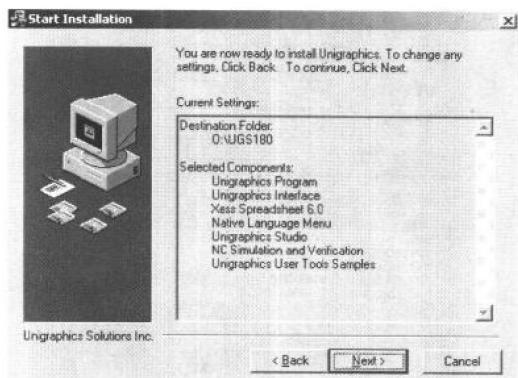

图1-4 【Start Installation】对话框
5. 接着会出现如图 1-4 所示的【Start Installation】对话框。此时，该对话框中会显示用户指定安装路径和选择的组件信息。如果满意以前的选择，则点击 Next > 按钮，开始进行安装，否则点击 < Back 按钮，返回前面的步骤，重新进行安装设置。